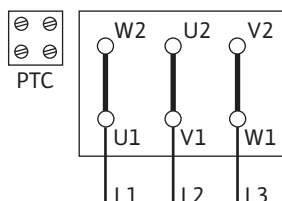
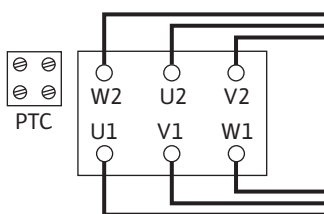

Fig. 5: Arranque Y-Δ
Fig. 6: Conmutación Δ
- La alimentación eléctrica depende de la potencia del motor P2, de la tensión de red y del tipo de arranque. La conmutación necesaria de las clavijas de conexión en la caja de bornes se indica en la tabla siguiente y en las Fig. 5 y Fig. 6.
Arranque Y-Δ (estándar)	Retire las clavijas de conexión (Fig. 5).
Arranque por medio de arrancador suave	Conmutación Δ (Fig. 6)